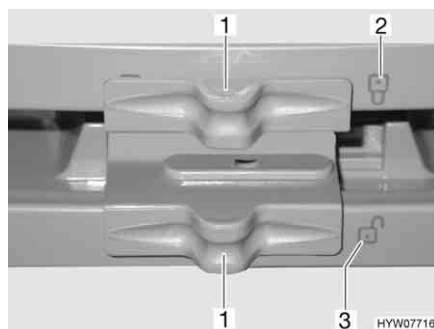

Bild 197 Verriegelung der Kühlschranktür/Frosterfachtür (Dometic 7er-Reihe mit separatem Frosterfach)
- Verriegelung (Bild 197,1) zur Seite schieben, so dass das offene Schloss "☞" (Bild 197,3) sichtbar ist.
- Verriegelung (Bild 197,1) zur Seite schieben, so dass das geschlossene Schloss "☛" (Bild 197,2) sichtbar ist.